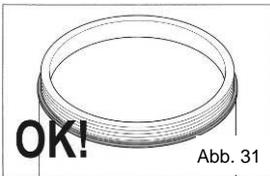

Abb. 31
- In Abb. 31 ist eine korrekt angebrachte Dichtung gezeigt; sie liegt gleichmäßig am ganzen Rand des Behälters an.